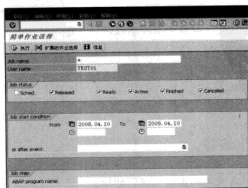

图 4-37 “简单作业选择”界面
STEP 1 在命令栏中输入 SM37 命令进入“简单作业选择”界面,如图 4-37 所示。